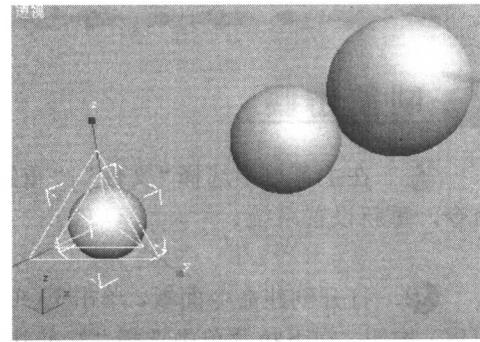

图 1-5 缩放球体
④ 单击工具栏上的 (选择并均匀缩放) 按钮，选择复制的两个球体，将其缩放到如图 1-5 所示大小。